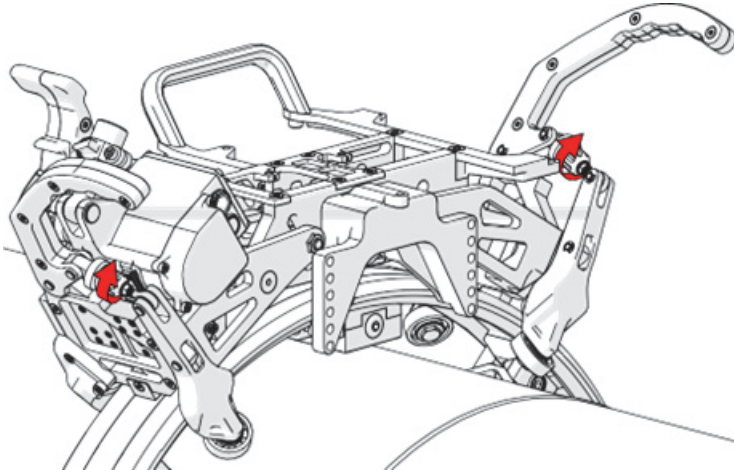

Figura 1-38 Fijación de los ajustadores de abrazadera a 1/4 de vuelta
9. Fije cada ajustador de abrazadera a 1/4 de vuelta (ver Figura 1-38 en la página 54).